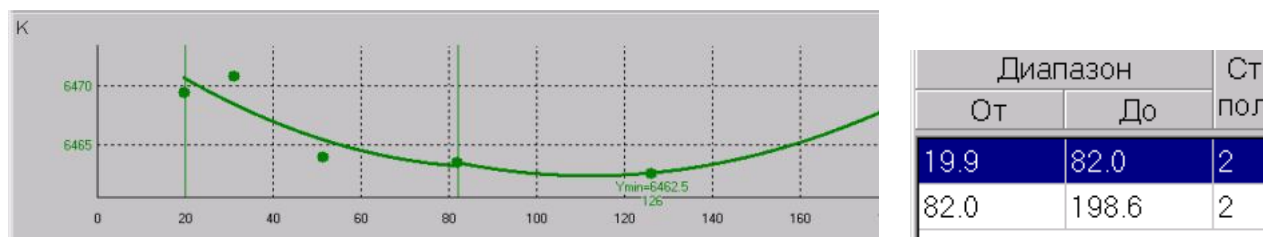

Рис. 45
- нажать кнопку **График**, выбрать **Добавить (Удалить)**. При этом в таблице аппроксимации автоматически добавляется или удаляется граница разбиения на интервалы (Рис. 45).